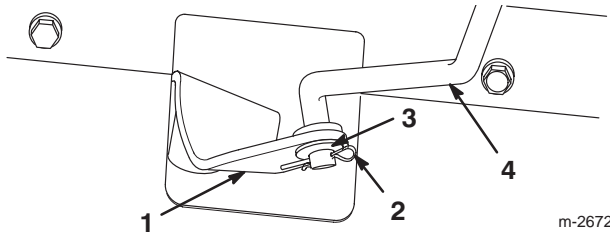
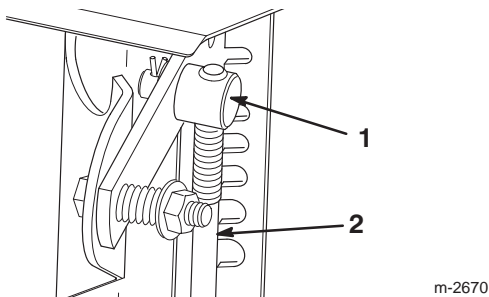

Figure 6
Figure 8
1. Tirez le bras de changement de vitesse à fond vers l'extérieur (Fig. 6).
3. Vissez le haut de la tige de changement de vitesse dans le tourillon (Fig. 8) jusqu'à ce que le bas de la tige puisse être inséré dans le trou du bras de changement de vitesse (Fig. 6).
4. Insérez la tige de changement de vitesse dans le bras, mettez une rondelle plate sur la tige et fixez le tout à l'aide d'une goupille fendue (Fig. 6).